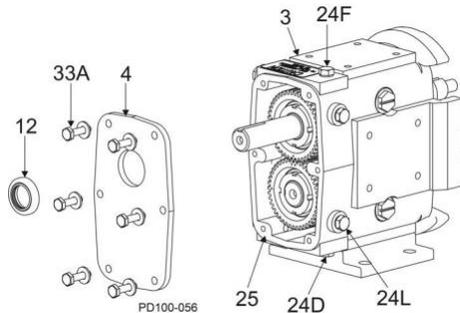

Ilustración 39 - Retirar la cubierta de la caja de engranajes
1. Retire el tapón de drenaje de aceite (Ilustración 39, elemento 24D) y drene el aceite.